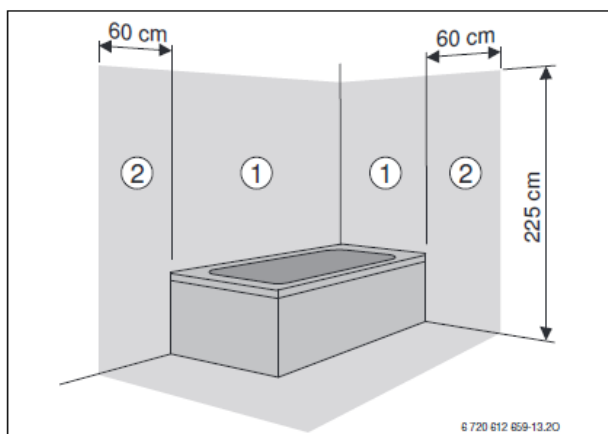

Bild 20
- Im Schutzbereich 1 und 2 (→ Bild 20):
- (1) Absperrhahn Vorlauf Heizung
- (2) Warmwasser
- (3) Gashahn
- (4) Kaltwasserzulauf Absperrhahn